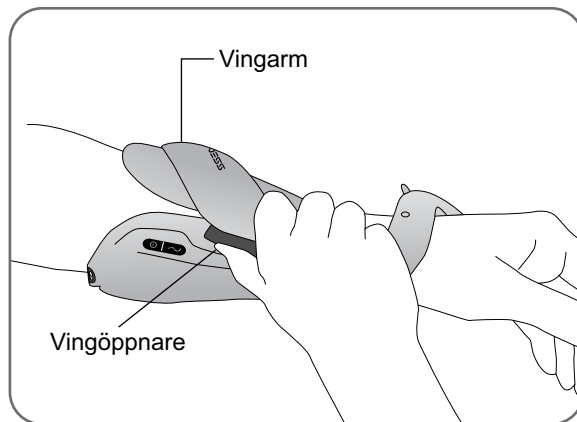

Bild 10-2: Öppna extensorvingen
3. Kläm ihop vingöppnaren och vingarmen och öppna extensorvingen. Se bild 10-2.